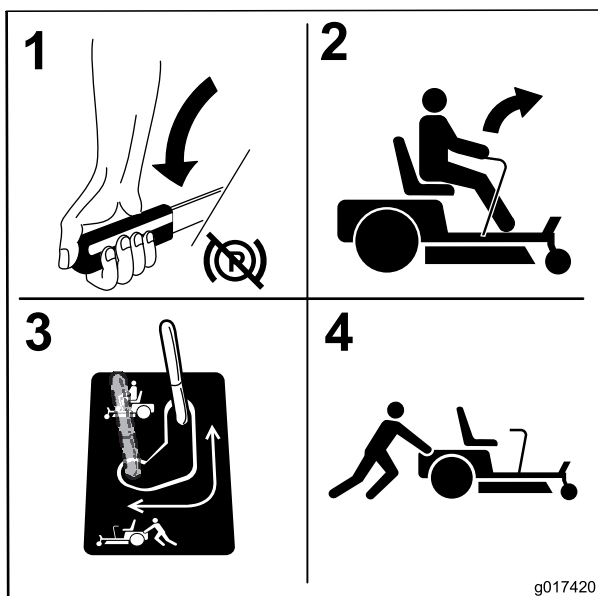

Bild 28
3. Zum Schieben der Maschine bewegen Sie die Bypasshebel nach hinten und außen, um sie zu arretieren, wie in Bild 28 dargestellt. Wiederholen Sie die Schritte an jeder Maschinenseite.
- Schieben Sie die Bypasshebel nach vorne, um die Maschine einzusetzen (Bild 28).